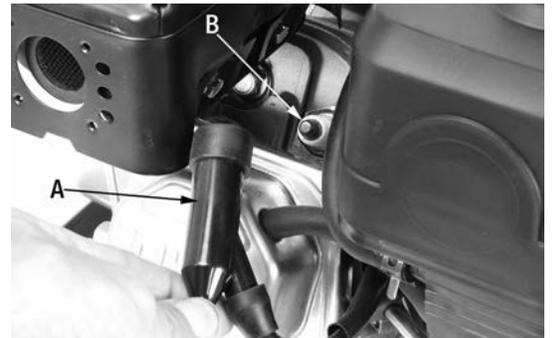

Figure 13
- 1) Tirez et retirez le fil et capuchon de la bougie (A) Fig.13, ceci vous donnera accès à la bougie (B). En utilisant la clé de déblocage de la bougie, dévissez et retirez la bougie en la tournant dans le sens anti-horaire.